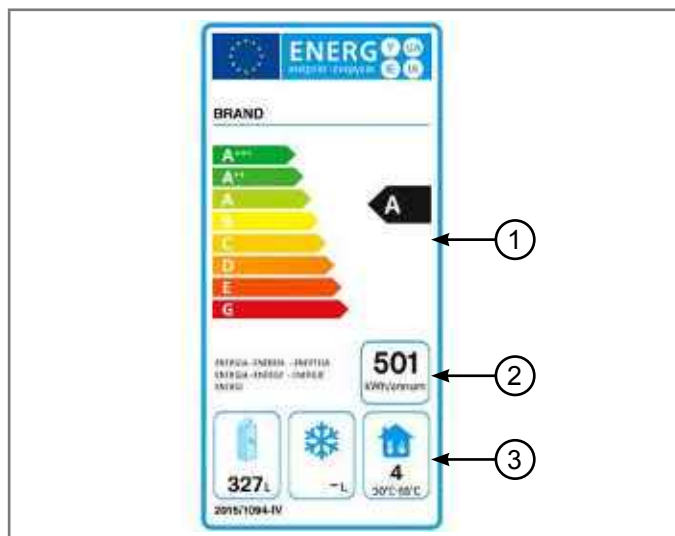

Abb. 1.4 - Beispiel der Energieeffizienzklasse-Kennzeichnung
Die Kennzeichnung der Energieeffizienzklasse, wie in Abb. 1.4 dargestellt, wird zusammen mit dem Gerät geliefert:
- **ENERGIEEFFIZIENZKLASSE:** Die Skala der Energieeffizienzklassen – mit Werten von A bis G – gibt auf einfache und intuitive Weise Auskunft über die Energieeffizienz des Geräts (1 – Abb. 1.4).
- **VERBRAUCHSDATEN:** Der Zahlenwert (z. B. 501 kWh/Jahr) gibt den geschätzten jährlichen Energieverbrauch an. (2 – Abb. 1.4).
- **PIKTOGRAMME:** Die Piktogramme (3 – Abb. 1.4) zeigen an: